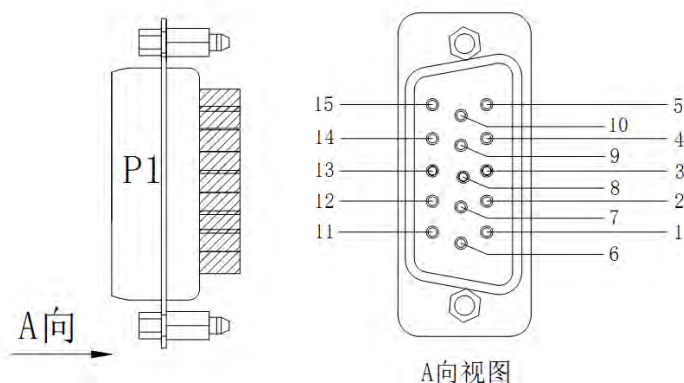

图 8 通讯端子引脚顺序
(1) 机器人模拟通讯端子使用 DB15 接口引脚顺序如图 8 所示,引脚定义如表 4 所示。